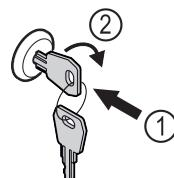

Fig. 161 Beispielhafte Darstellung
- Schlüssel hineindrücken Fig. 161 (1).
- Schlüssel um 90° gegen den Uhrzeigersinn drehen Fig. 161 (2).
- Schlüssel um 90° im Uhrzeigersinn drehen Fig. 161 (2).